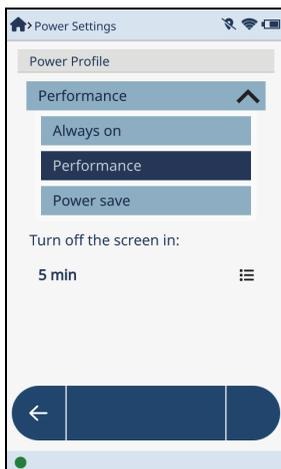

图 4-17 电源设置屏幕
- ◆ 点击**菜单托盘**中的**电源设置**按钮（），打开**Power Settings**（电源设置）屏幕（参见第126页的图 4-17）。